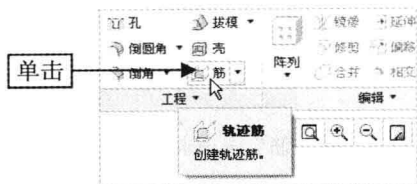

图 6-79 单击“轨迹筋”按钮
Step 02 在“功能区”选项板的“模型”选项卡中，单击“工程”面板中的“轨迹筋”按钮，如图 6-79 所示。